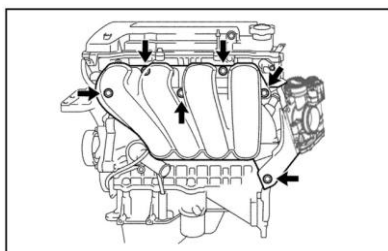

Рисунок II-66
5. Отвернуть 4 болта, 2 гайки (см. *Рисунок II-66*), 2 кронштейна, затем сам впускной коллектор и дроссельную заслонку.